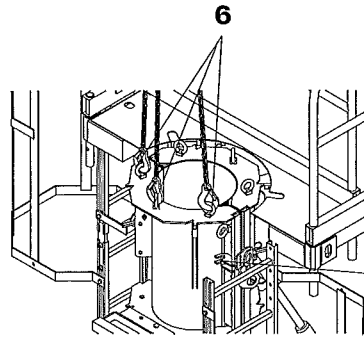

Fig.25a
1. Agganciare la braca a 3 funi agli anelli con bulloni **6** (fig. 25a).